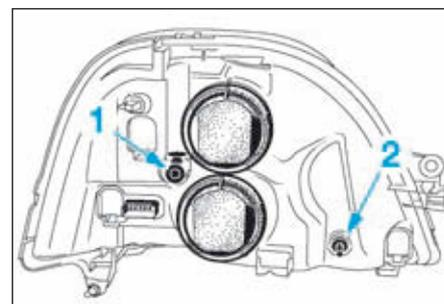

FIG.69
- la vis (1) (Fig.69) du moteur de réglage en site pour le réglage vertical.
- la molette (2) pour le réglage latéral.